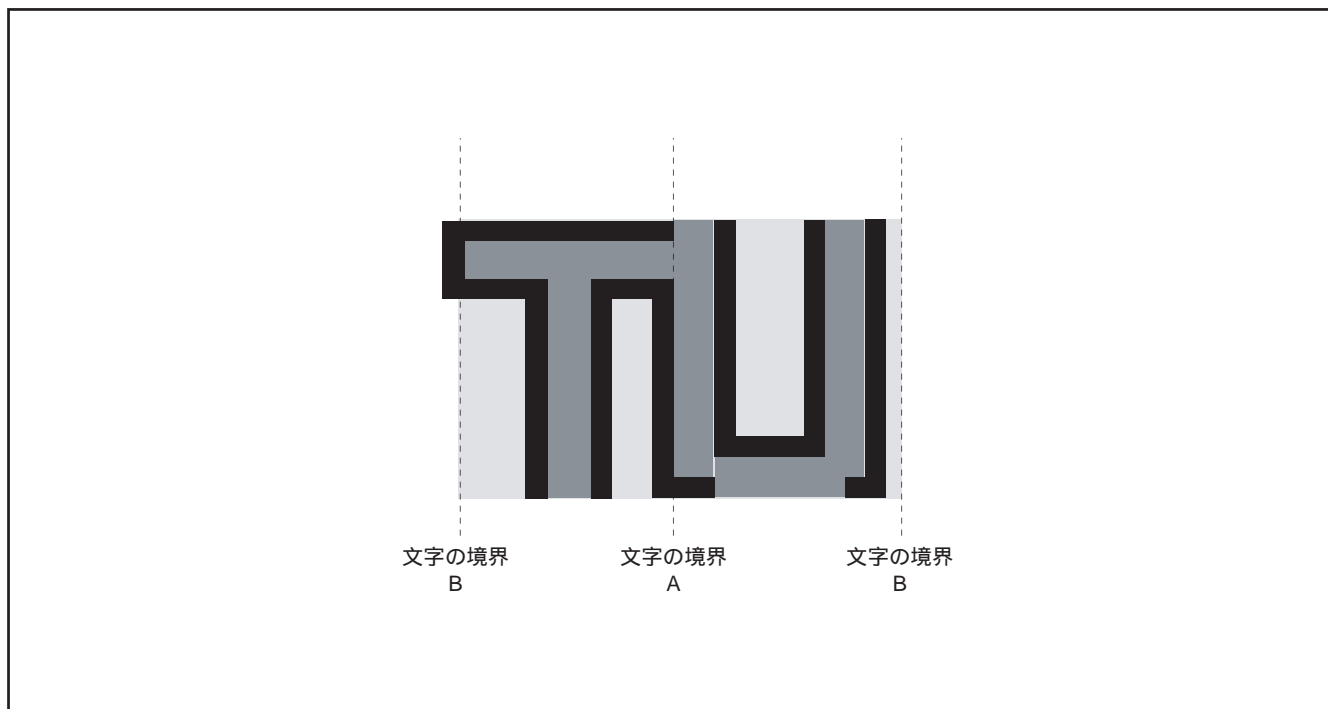

図 8.11.23 フチドリの優先順位
- 2. フチドリドットと、隣接する文字のキャラクタフォントが重なった場合、キャラクタフォントが優先されます(図8.11.23のA参照)。また、フチドリドットと、隣接する文字背景部が重なった場合、フチドリが優先されます(図8.11.23のB参照)。
- 3. キャラクタフォントの文字領域をはみ出した上下方向のフチドリは表示されません(図8.11.23参照)。